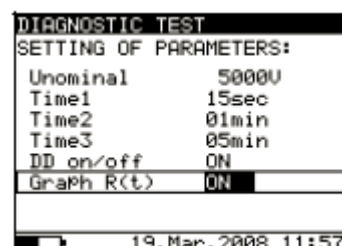

Рис. 23. Меню настроек в режиме диагностического тестирования
- Нажмите клавишу **SELECT**, при этом появится меню настроек, см. рисунок 23.